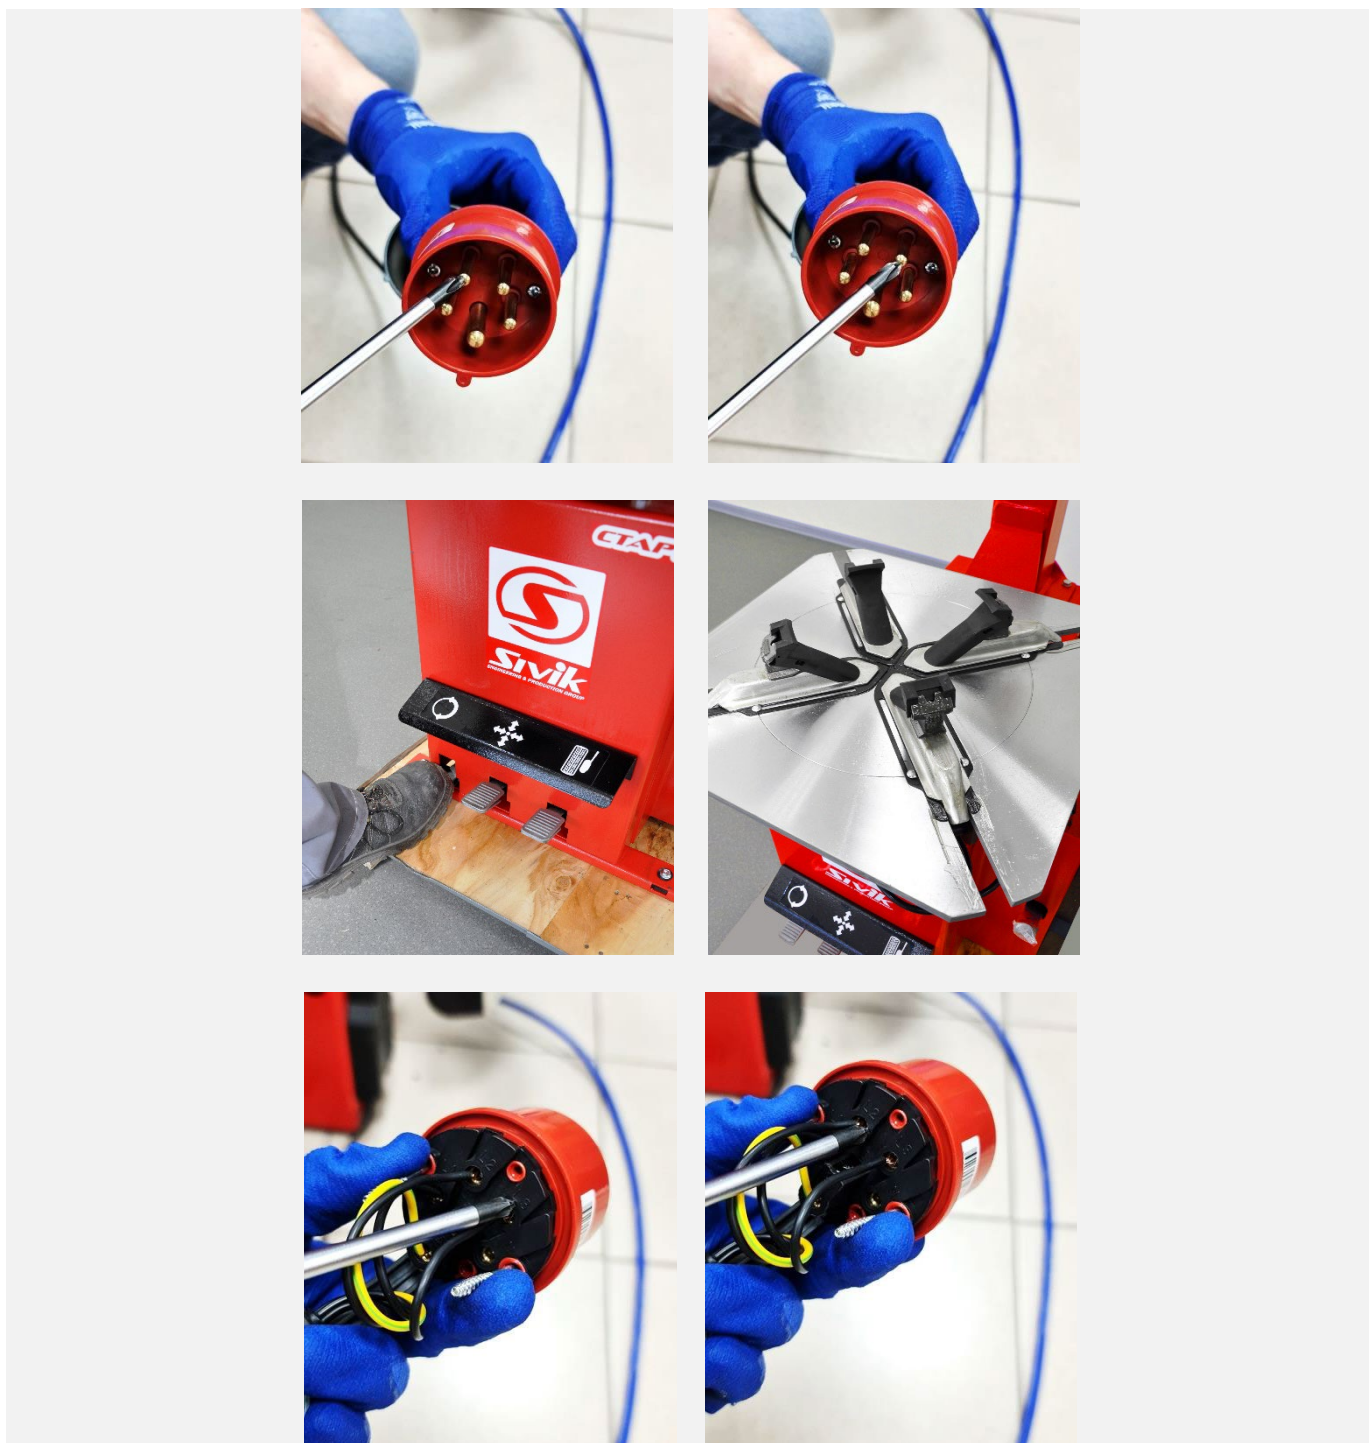

Рисунок 18
8.2.2 Нажать педаль вращения мотора и убедиться, что поворотный стол станка вращается по часовой стрелке. Если поворотный стол вращается в обратную сторону, то необходимо поменять местами два любых фазных провода в электрической вилке (см. Рисунок 18).